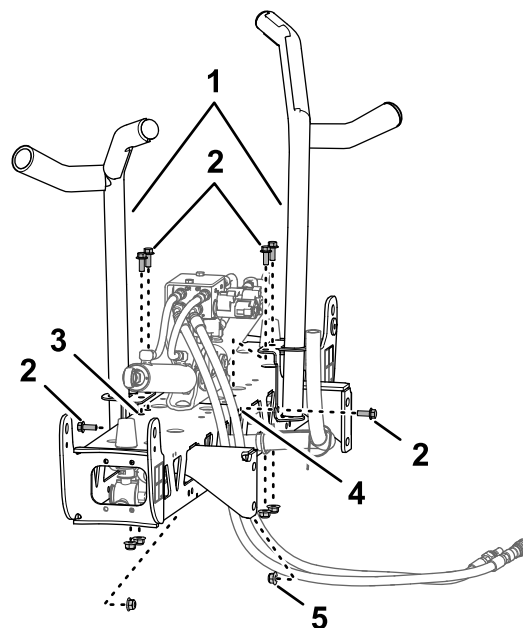
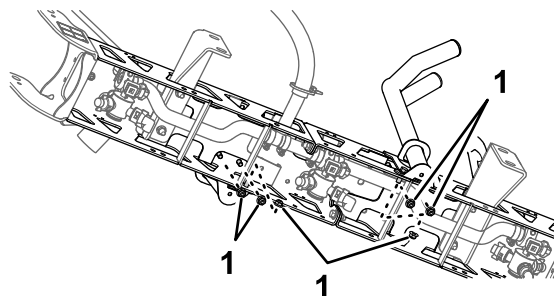

Figure 35
Figure 36
- Alignez les berceaux de transport de rampe sur la section de rampe centrale (Figure 35).
- Montez les berceaux sur la section de rampe (Figure 35 et Figure 36) à l'aide de 6 boulons ($\frac{3}{8}$ " x 1") et de 6 contre-écrous à embase ($\frac{3}{8}$ ").